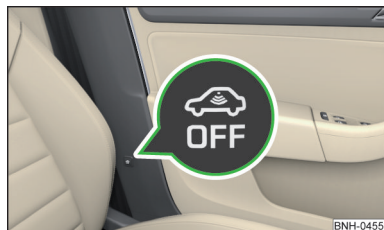

Fig. 52
- Presionar la tecla  en la columna central del lado del conductor » fig. 52, en la tecla ilumina la señal .